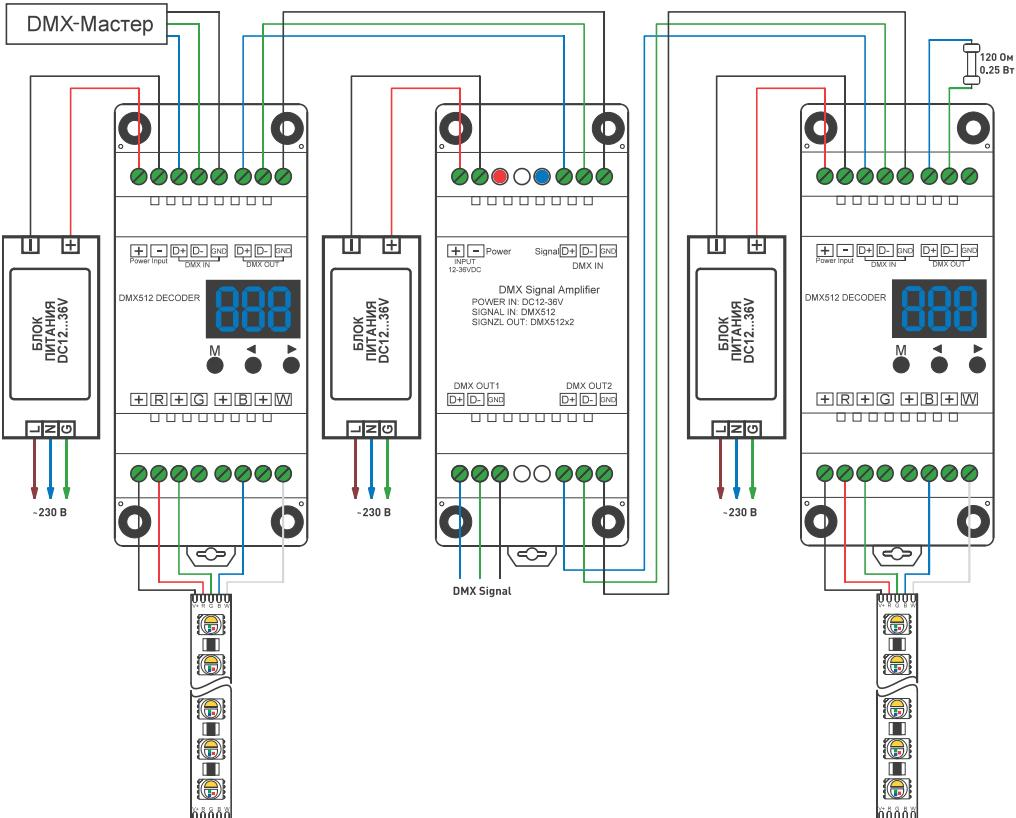

Рисунок 1. Схема подключения усилителя SMART-DMX (12-36V, 2CH, DIN).
3. На передачу сигнала по длинной линии или по линии плохого качества может негативно воздействовать эффект отражения сигнала от конца линии. Для уменьшения уровня отраженного сигнала подключите в конце линии терминалный резистор сопротивлением 90-120 Ом и мощностью 0,25 Вт [см. рисунок 1].